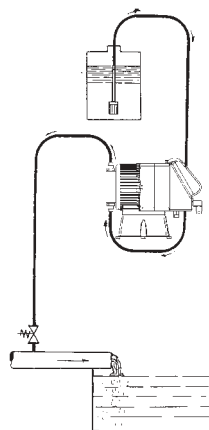
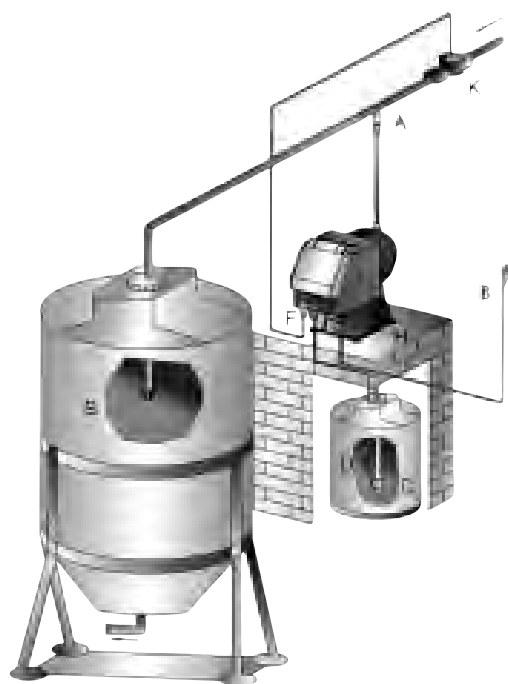

Fig. 6
Fig. 12
- c. Ubicare la pompa come in figura 5 tenendo presente che essa può essere fissata sia sotto che sopra il livello del liquido da dosare entro il limite massimo di 2 metri. Il punto di iniezione deve essere collocato sempre più in alto del liquido da iniettare. Non installare la pompa direttamente sul serbatoio in quanto alcuni additivi sviluppano vapori che possono danneggiare l'apparecchiatura. Per una corretta installazione vedi fig. 12. Se l'impianto da trattare lavora alla pressione atmosferica (additivazione a scarico libero) ed il serbatoio dell'additivo deve essere assolutamente posizionato più in alto del punto di iniezione (Fig. 6), controllare periodicamente la funzionalità della valvola di iniezione, in quanto la sua eccessiva usura potrebbe portare all'immissione dell'additivo nell'impianto per caduta (anche ad apparecchiatura ferma). Se il problema dovesse permanere, inserire una valvola di contropressione C opportunamente tarata tra la pompa dosatrice ed il punto di iniezione (Fig. 6). Per liquidi che emanano esalazioni aggressive, non installare la pompa sopra al serbatoio a meno che tale serbatoio risulti chiuso ermeticamente.
[fig.12]